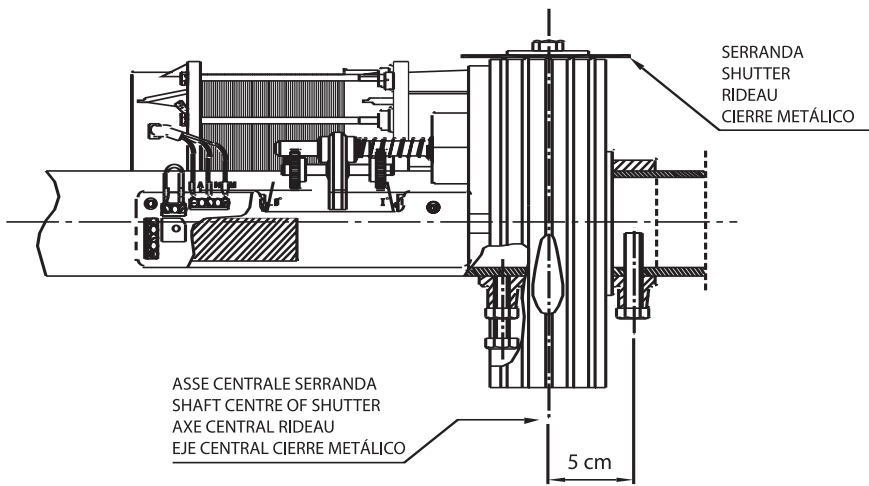

FIG. 1
- 1) Eseguire foro diametro 10 mm a 5 cm. dal centro dell'albero della serranda (vedi fig. 1);
- 13) Ruotare a mano la corona di 1-1/2, giri facendo avvicinare il pomello verso il microinterruttore I (discesa). fig. 1 (deve ruotare liberamente);
- 19) Nel caso di installazione contraria rispetto alla fig. 1 agire in modo diverso a quanto descritto poiché il microinterruttore II fermerà la discesa mentre il microinterruttore I fermerà la salita.
- 1) Drill a 10 mm diameter hole 5 cm from the centre of the shutter's shaft (see fig. 1);
13) Girar con la mano la corona en 1-1¹/₂, giros acercando el pomo al microinterruptor I (bajada) fig. 1 debe girar liberamente;